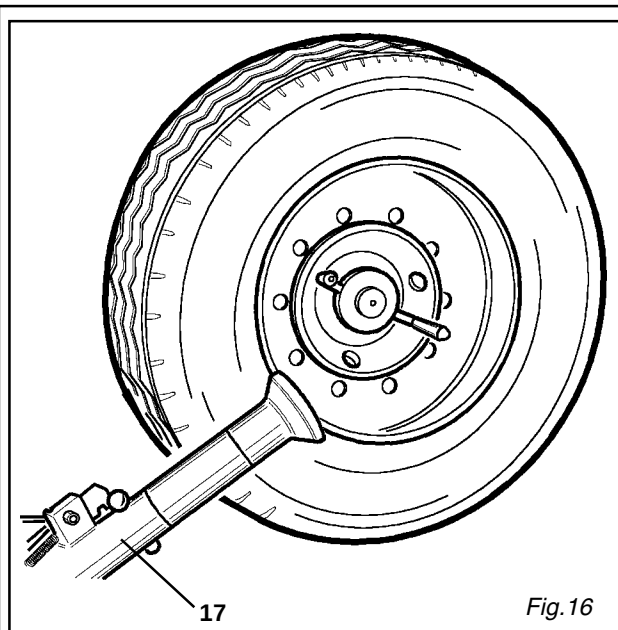

Fig. 16
- 3) Agendo sulle leve (3) (4) fare in modo che il rullo di smontaggio si posizioni in prossimità del bordo del cerchio. (Fig. 16)
- 2) Set the tool-holder (17) at work by lowering it until it gets hooked by the proper jack.
- 3) By means of levers (3) and (4) let the roller tool position itself close to the rim edge (fig.16)
- 2) Baisser le bras porte-outils (19) en position de travail, jusqu'à ce qu'il se sera accroché au petit cric approprié.
- 3) Actionner les leviers (3) (4) de sorte que le rouleau de démontage se positionne près du bord de la jante (fig. 16)
- 2) Werkzeugtragarm (19) in Arbeitsstellung herunterlassen, bis wann er mit der bezüglichen Sperrklinke festklemmt.
- 3) Hebel (3) (4) betätigen, um Rollenwerkzeug an den Felgenrend zu rücken (Abb.16)
- 2) Abbassare il braccio porta utensili (17A) in posizione di lavoro, fino a che si sarà agganciato con l'apposito cricchetto (18).
- 3) Abbassare anche il secondo braccio porta-utensili (17B) in posizione di lavoro, fino a che non si sarà agganciato con l'apposito cricchetto (18) (Fig. 16/1)
- 4) Agendo sulle leve (3) (4) fare in modo che il rullo di smontaggio del braccio dalla parte esterna (17A) si posizioni in prossimità del bordo del cerchione.(Fig. 16/1)
- 2) Set the tool-holder (17A) at work by lowering it until it gets hooked by the proper jack (18).
- 3) Set the second tool-holder (17B) at work too by lowering it until it gets hooked by the proper jack (18) (Fig. 16/1)
- 4) By means of levers (3) and (4) let the outside roller tool (17A) position itself close to the rim edge (fig.16/1)
- 2) Baisser le bras porte-outils (17A) en position de travail, jusqu'à ce qu'il se sera accroché au petit cric approprié (18)
- 3) Baisser aussi le deuxième bras porte-outils (17B) en position de travail, jusqu'à ce qu'il se sera accroché au petit cric approprié (18) (Fig. 16/1)
- 4) Actionner les leviers (3) (4) de sorte que le rouleau extérieur de démontage (17A) se positionne près du bord de la jante (fig. 16/1)